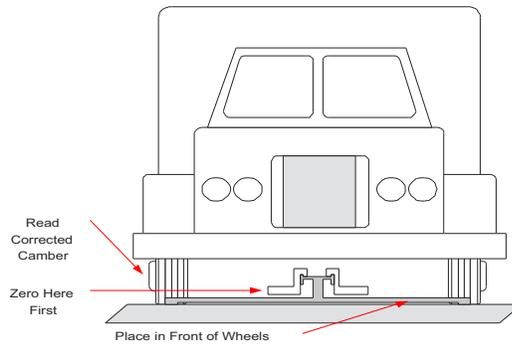

FIGURA 20.
1. Coloque la Barra de Compensación TLT-44 ( que ha sido ensamblada de acuerdo al grosor de la banda y esta calibrada) enfrente de las ruedas como se muestra en la Figura 20.